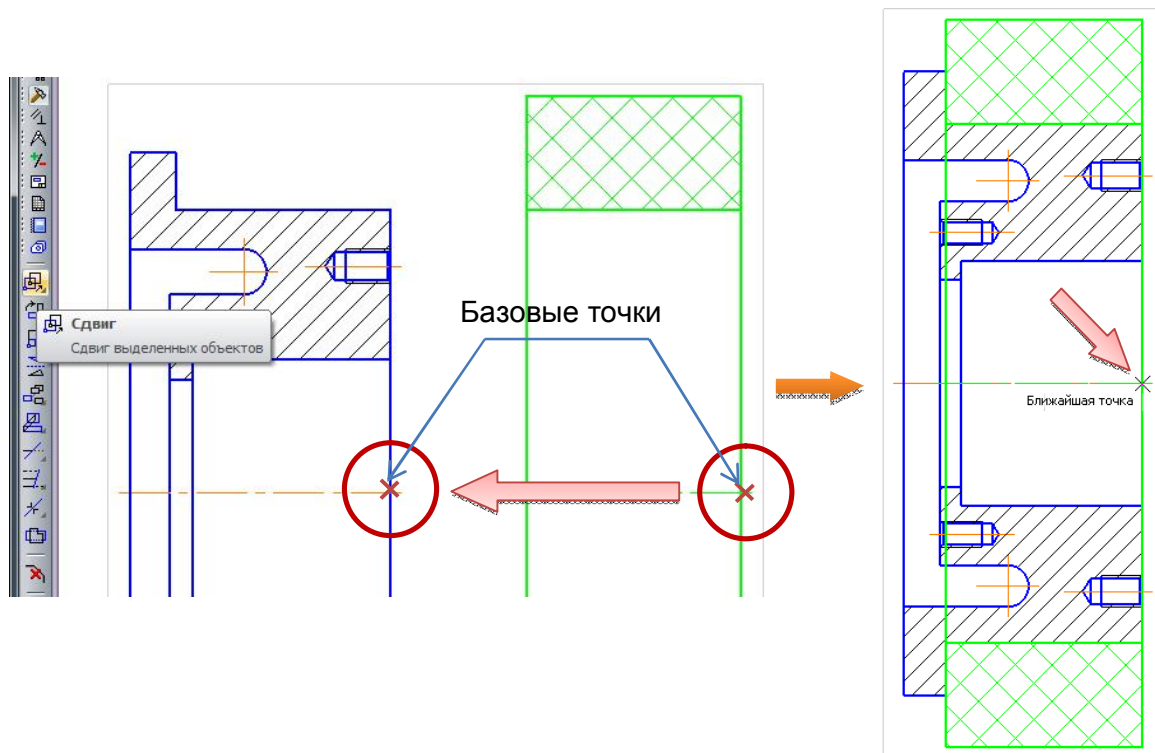

Рис. 2.19. Создание сборочного чертежа «Колесо»
- Переместите изображение детали «Бандаж», совместив базовую точку детали «Бандаж» с базовой точкой детали «Корпус» (рис. 2.19).